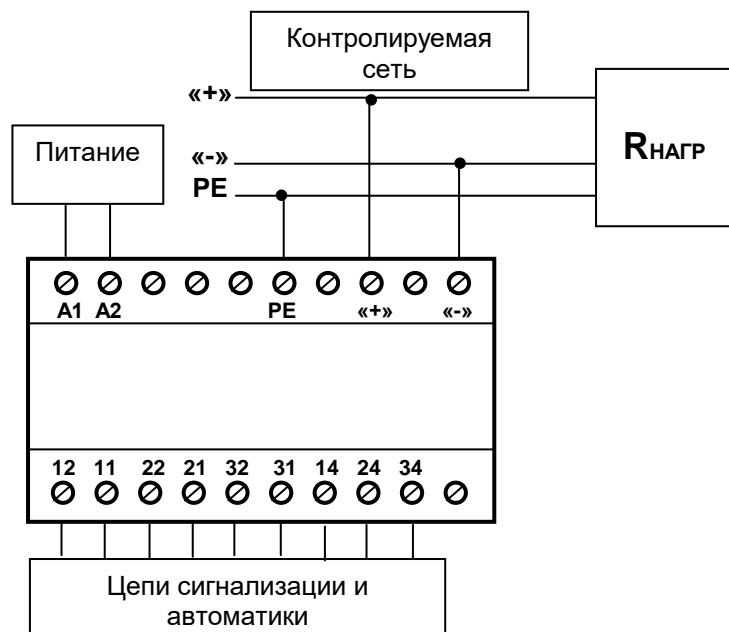

Рис.1. Типовая схема подключения реле «РКИ-2-300-01»
4.3. Произвести подключение реле «РКИ-2-300-01» согласно маркировке (рис.1.):